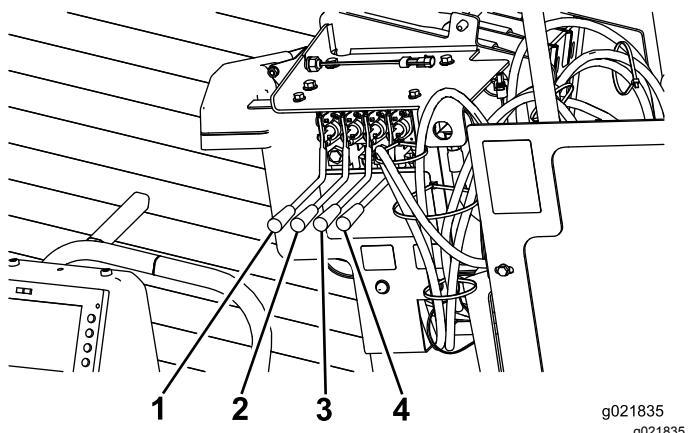

Figura 47
- Mueva las 2 palancas de la estaca derecha hacia dentro para bajar y girar la estaca de barrena derecha hasta el fondo (Figura 47).